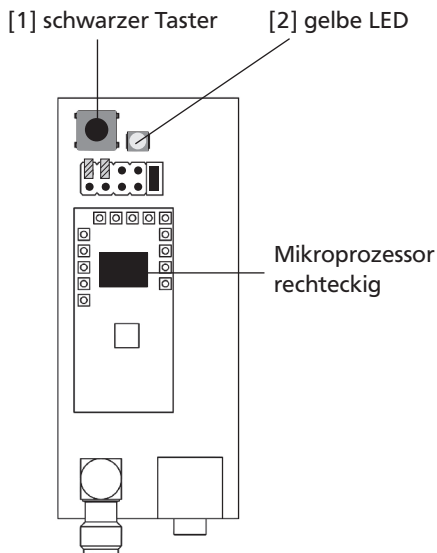

Abb. 5: Platine Version 1 - Mikroprozessor rechteckig, Befestigungsbeine oben/unten.
Bitte beachten: Es gibt zwei Platinenversionen für die Funkfernbedienung V5 (siehe Abb. 5 und 6). Der Löschvorgang unterscheidet sich bei den Versionen wie nachfolgend beschrieben.
– Platine mit rechteckigem Mikroprozessor (Abb. 5):